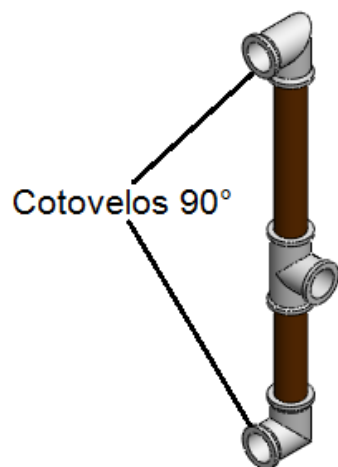

Figura 14. Passo 11 - Esquema de Montagem
-Passo 11: Junte dois cotovelos 90° ao conjunto formado no passo 10, conforme figura 14 (2 unidades);